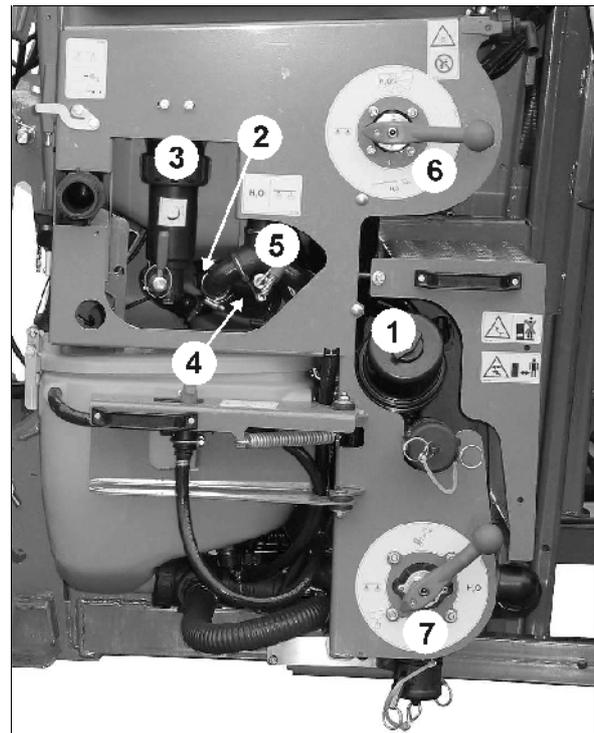
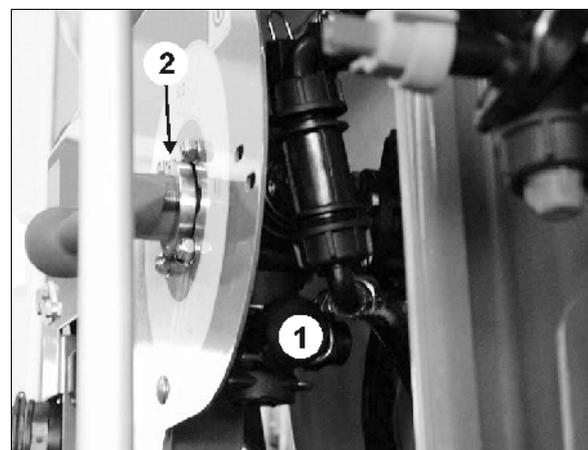

Fig. 109
Fig. 111
2. Démontez et nettoyez le filtre d'aspiration (Fig. 109/1). Pour ce faire voir Seite 153.
5. Dévissez le flexible de l'organe agitateur (Fig. 109/2) au niveau de la cuve à bouillie. Le flexible de l'organe agitateur (Fig. 109/2) relie le robinet étagé (Fig. 109/3) à la cuve à bouillie.
6. Dévissez le flexible de retour (Fig. 109/4) au niveau de la cuve à bouillie. Le flexible de retour (Fig. 109/4) relie le robinet inverseur service pulvérisation / rincer (Fig. 109/5) à la cuve à bouillie.
8. Enlevez le bouchon (Fig. 111/1) du raccord de contrôle de la commande VARIO côté refoulement (Fig. 109/6) ou (Fig. 111/2).
13. Passez plusieurs fois sur les différentes position de la commande VARIO côté aspiration (Fig. 109/7) et commande VARIO côté refoulement (Fig. 109/6) mehrmals zwischen allen Schalt-Positionen.